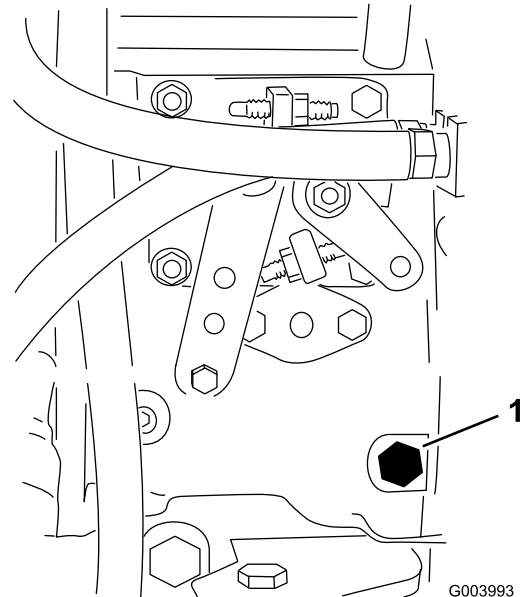

Figura 23
3. Con una chiave di 12 mm aprite la vite di spurgo dell'aria, situata sulla pompa di iniezione del carburante (Figura 23).